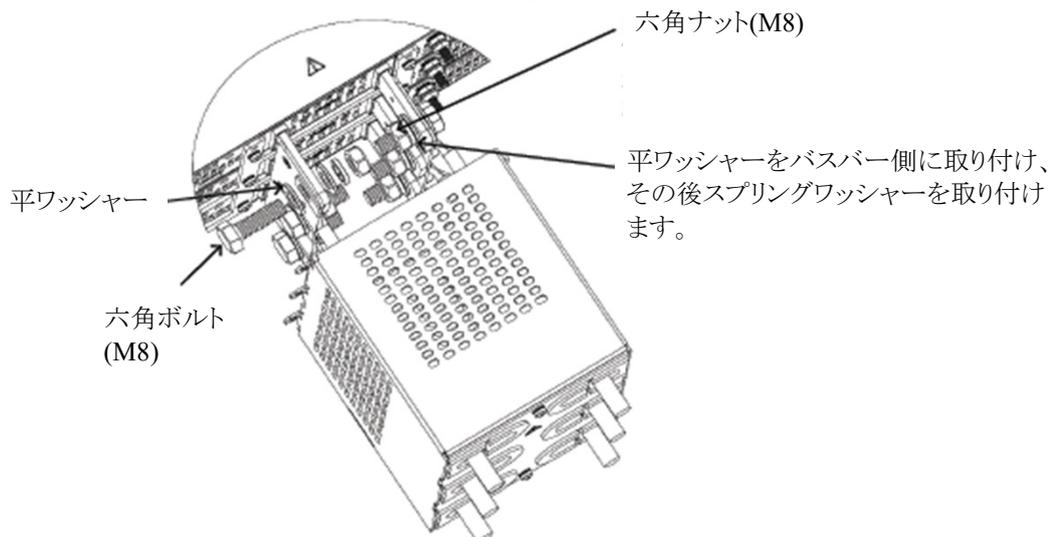

図4-43 負荷線の接続方法
3. 図4-43に示すように負荷線をバスバーに固定します。
(図4-43はGSP15kWの場合ですが、GSP10kWも同様です。)